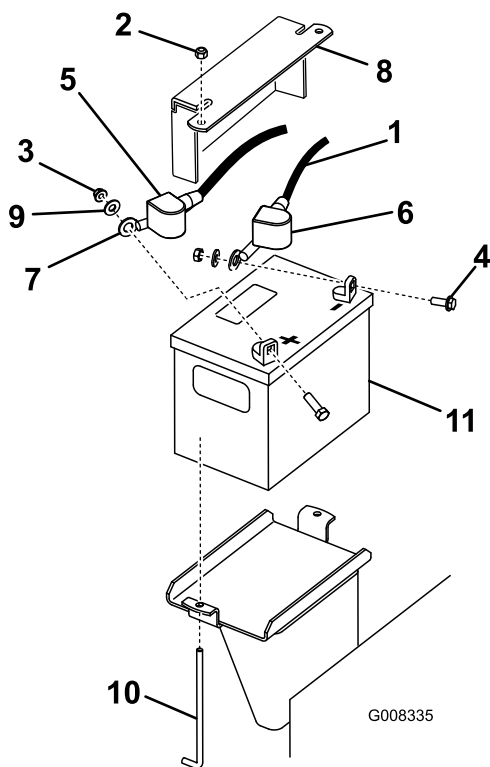

Figura 53
3. Togliete il cappuccio di gomma nero dal cavo negativo. Staccate il cavo negativo della batteria dal morsetto negativo (-) della batteria (**Figura 53**).
- Sfilate la guaina rossa del morsetto dal morsetto positivo (rosso) della batteria. Togliete quindi il cavo positivo (rosso) della batteria (Figura 53).
- Rimuovete la piastra di tenuta, i bulloni a J e i dadi di bloccaggio che fissano la batteria (Figura 53). Rimozione della batteria.
1. Utilizzate i fermi rimossi in precedenza per montare il cavo positivo (rosso) sul morsetto positivo (+) della batteria (Figura 53).
3. Utilizzate i fermi rimossi in precedenza per montare il cavo negativo (nero) sul morsetto negativo (-) della batteria (Figura 53).
4. Assicurate la batteria con la barra e i dadi ad alette (Figura 53).